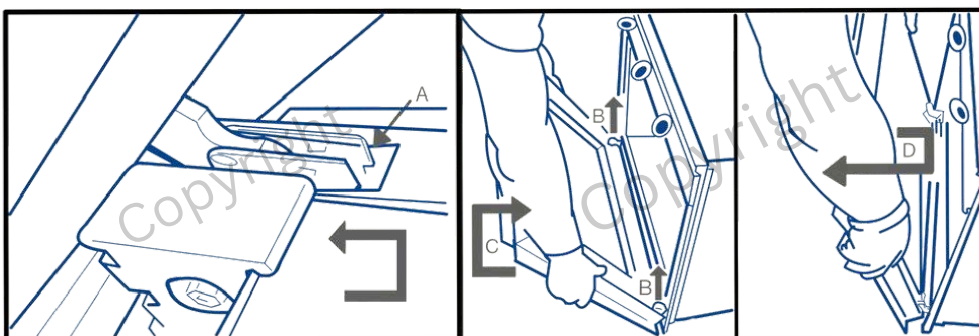

Abbildung 2
- 3.Schließen Sie die Tür langsam, bis sie in einem Zwischenstopp einrastet (Position A). Heben Sie die Tür dann vorsichtig an (B), drehen Sie sie leicht (C), bis sie sich aus den Scharnieren löst (D) (siehe Abbildung 2).